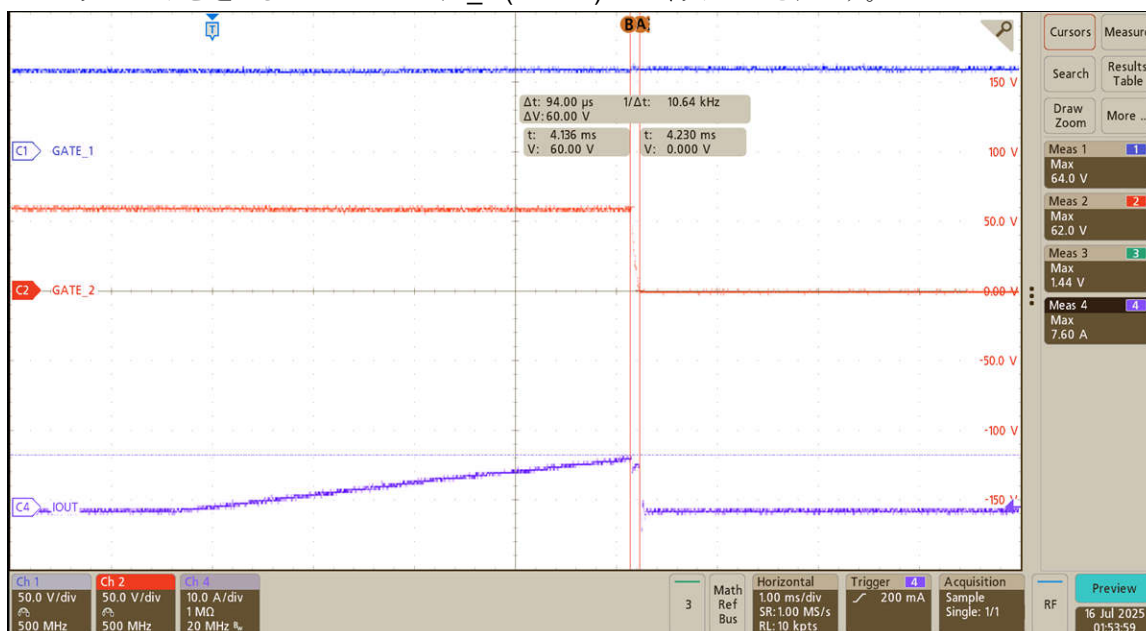

図 3-3. 順方向 SCP 保護
- 2 番目のテストは、バックボーンが EVM 2 (順方向) の SCP イベントと EVM 1 の SCP イベント (逆方向) を適切に検出し、正しく応答できることを検証しました。図 3-3 に順方向 SCP イベントを示します。このイベントでは、IOUT が ISCP スレッシュホールドを超えると TPS1212-Q1_2 (EVM 2) がシャット オフされます。